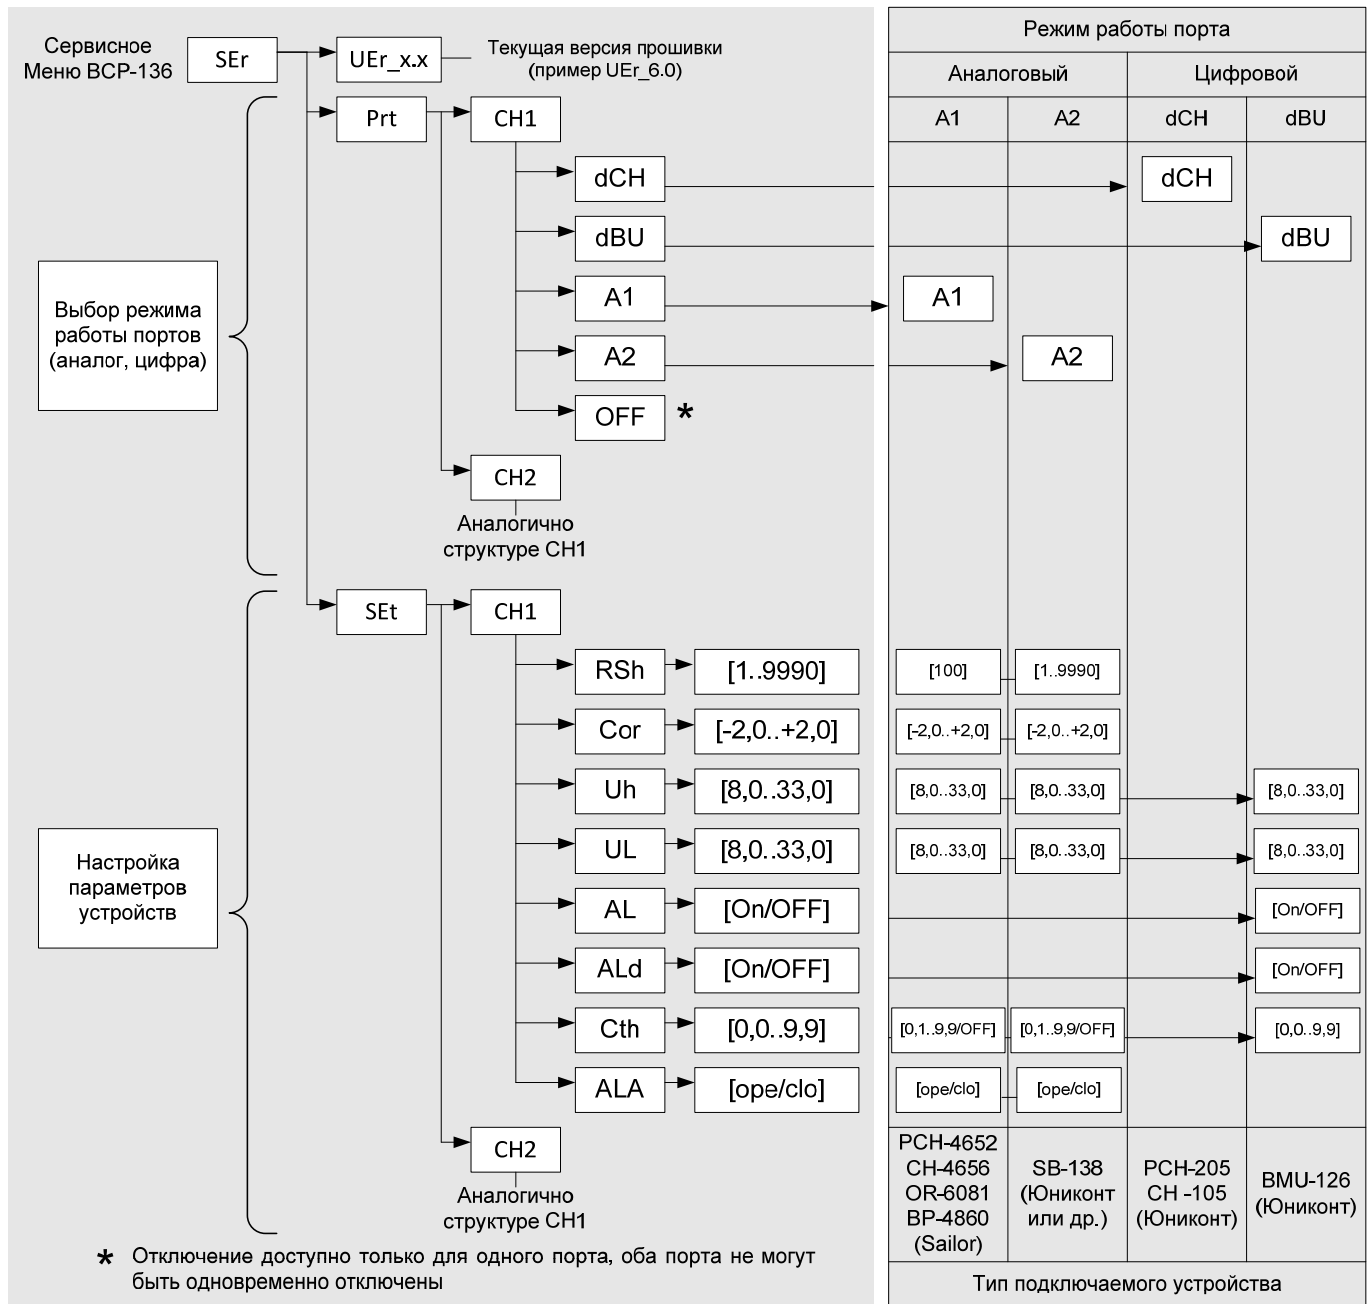

Рисунок 9 Общая структура сервисного меню BCP-136.
- Войдите в сервисное меню БП (смотрите пункт 8, Рисунок 9, Таблица 7).
В зависимости от используемого режима работы порта БП и типа БП (BCP-136 или BCP-136-01) общая структура сервисного меню может динамически изменяться. Доступные настройки смотрите на схеме сервисного меню (смотрите Рисунок 9).